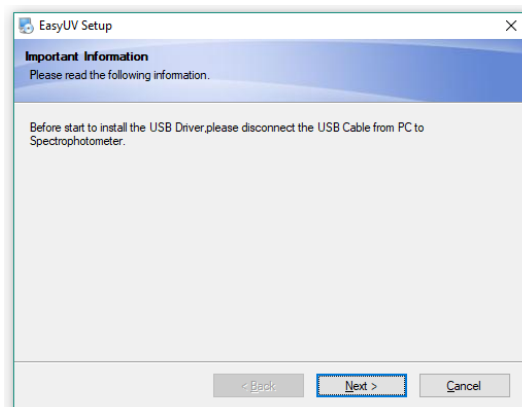

Fig. 2.2-4 Disconnessione USB
- Assicurarsi che lo strumento non sia collegato al PC (Fig.2.2-4), cliccare su **Next**;